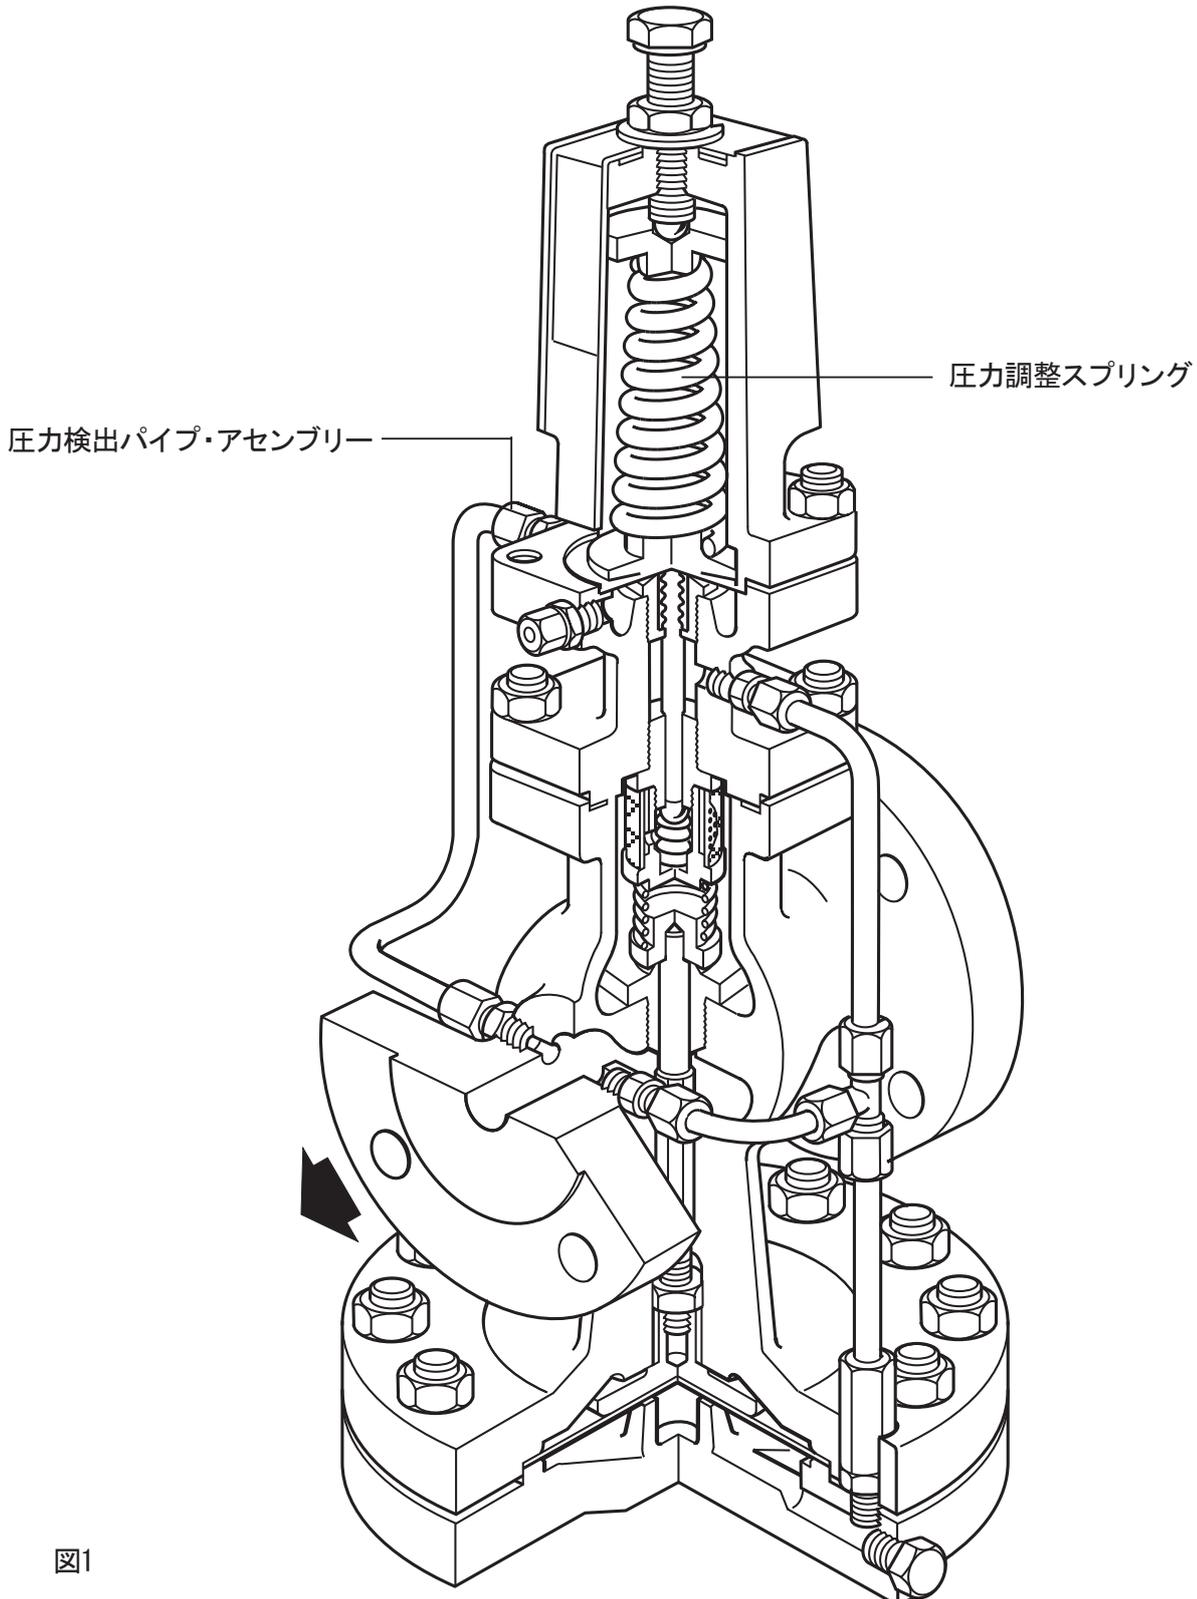

図1
3.1 出荷時 (図1)
7. 調整ねじをその位置に保ったまま、'O' ワッシャーが正しい位置にあることを確認して、スパナで調整スプリングの設定が動かないようにロック・ナットを締め付けます。（図1参照）